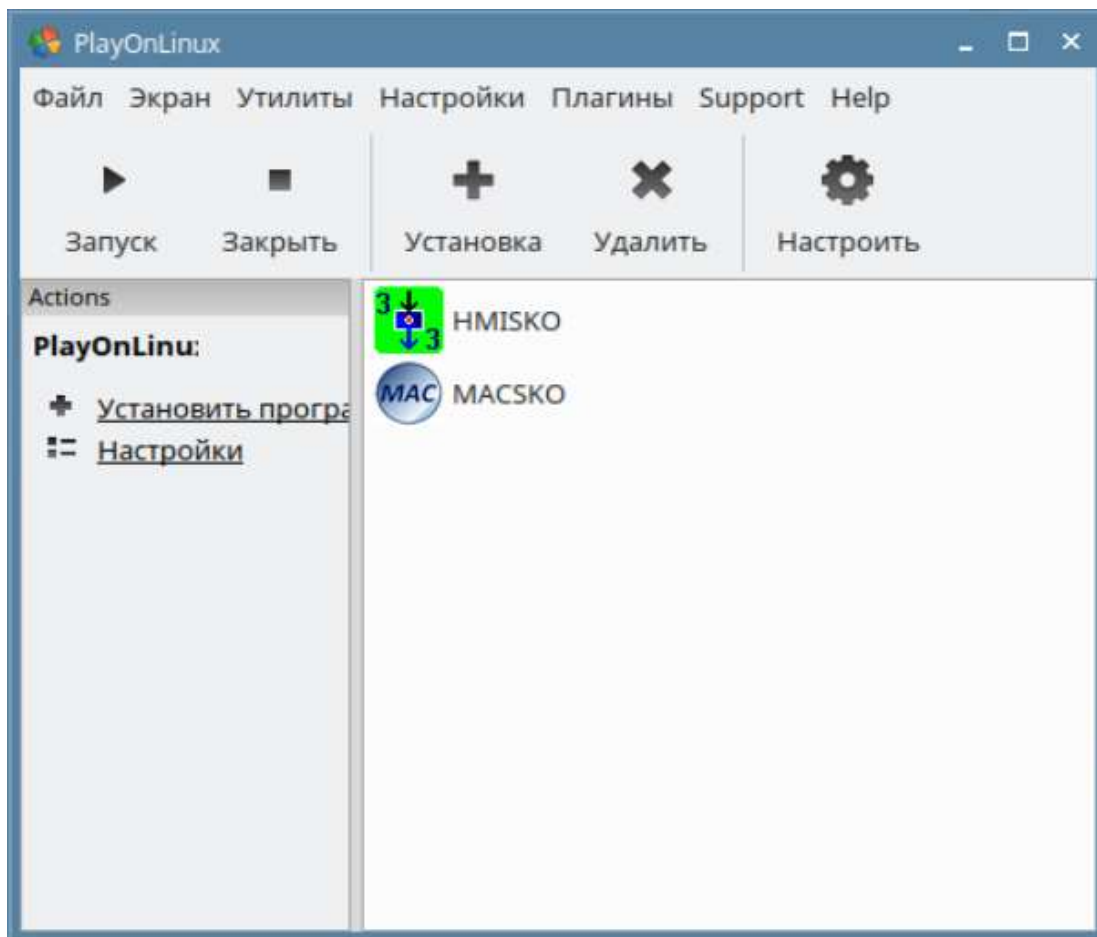

Рис. 9.46 Приложение установлено
23. Работа мастера установки закончена. Будет отображено окно приложения «**PlayOnLinux**» с ярлыком приложения «**HMISKO**». Также ярлык «**HMISKO**» будет размещён на рабочем столе (Рис. 9.46).